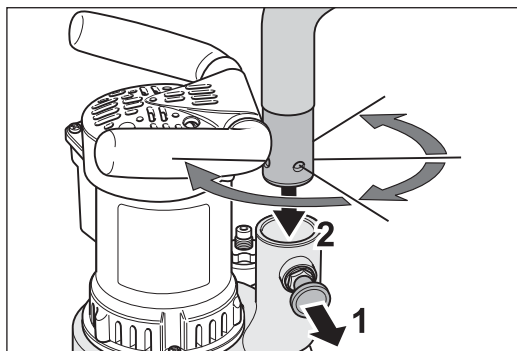

Abb. 4 Am Rastbolzen ziehen (1) und den Rohrstutzen in das Ventilatorgehäuse stecken (2).
- 2 Ziehen Sie den Rastbolzen am Absaugstutzen des Ventilatorgehäuses heraus (Abb. 4, 1) und stecken Sie gleichzeitig den Rohrstutzen in das Ventilatorgehäuse (Abb. 4, 2).